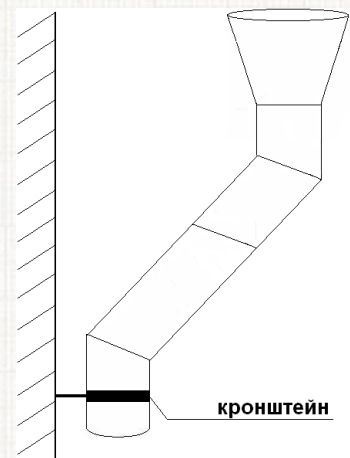

рис.13
5. Установите необходимое количество водосливных труб (рис.13). Расстояние между кронштейнами не должно превышать 1,0-1,2 м. Закрепите заклепками стыки труб.